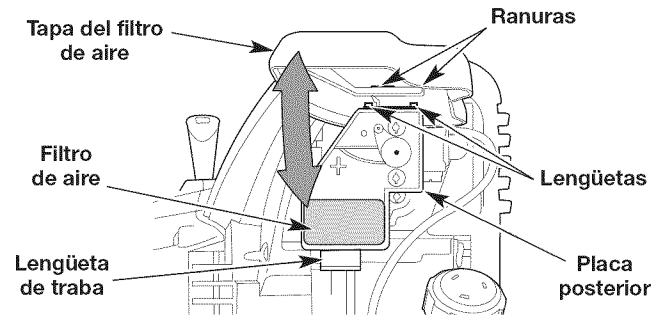

Fig. 22
1. Abra la tapa del filtro de aire: presione la lengüeta de de traba hacia adentro y gire la tapa del filtro de aire hacia arriba (Fig. 22).
2. Quite el filtro de aire (Fig. 22).
6. Reinstale el filtro de aire (Fig. 22).
7. Cierre la tapa del filtro de aire: coloque las lengüetas de la placa posterior en las ranuras de la tapa del filtro de aire. Gire la tapa del filtro de aire hacia abajo y presiónela hasta que la lengüeta de traba encaje en su lugar (Fig. 22).